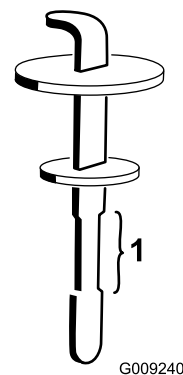

Рисунок 133
5. Извлеките масломерный щуп из заливной горловины и протрите его чистой ветошью. Вставьте масломерный щуп в заливную горловину; затем извлеките его и проверьте уровень жидкости (Рисунок 133).